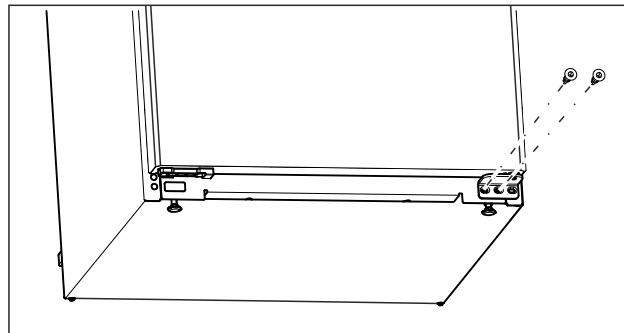

Fig. 14
- ▶ Na donjem ležajnom postolju odvrnite srednji vijak odvijačem Torx 20. (pogledajte Fig. 14)
- ▶ Na donjem ležajnom postolju odvrnite unutarnji vijak odvijačem Torx 20. (pogledajte Fig. 14)